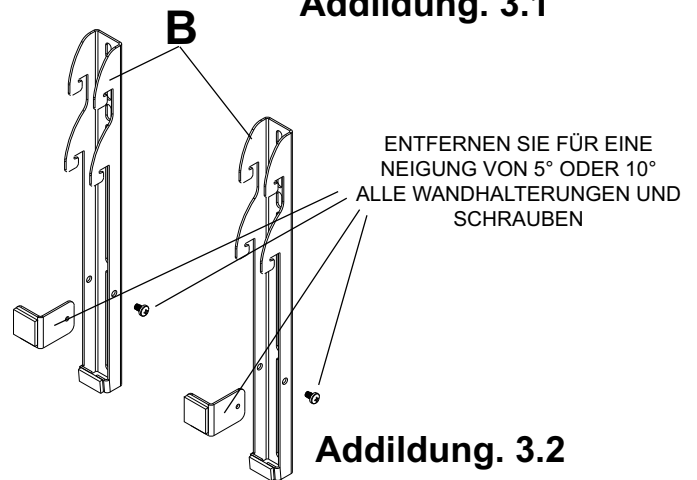
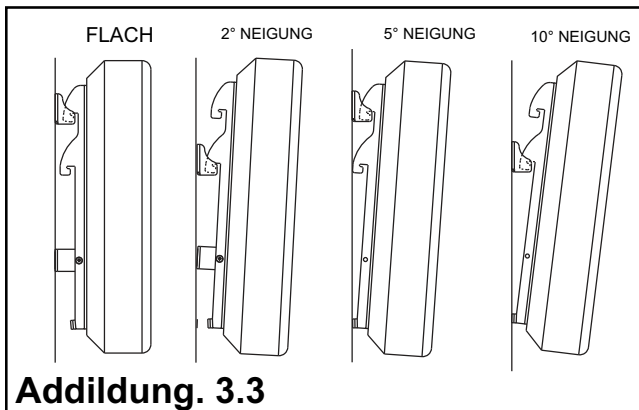
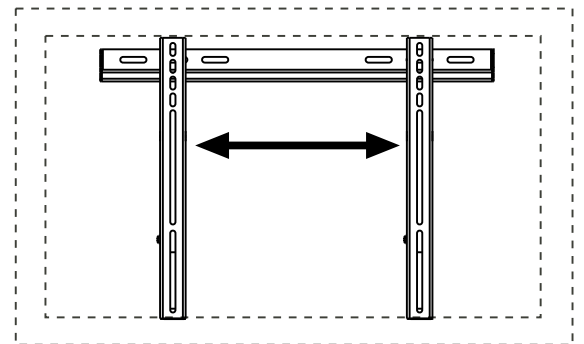

Abbildung. 3.2
Abbildung. 3.3
Abbildung. 3.4
Hängen Sie die vertikalen Halterungen (B) an der Wandplatte (A) ein. Verwenden Sie die oberen Haken, wenn keine Neigung gewünscht ist, und die unteren Haken für eine Neigung von 2° (siehe Abbildung 3.3). Die Haken der vertikalen Halterungen müssen wie in Detailansicht 1 gezeigt sicher an der Wandplatte einrasten. Bewegen Sie dann den Bildschirm langsam zur Wand (siehe Abbildung 3.1). Der Bildschirm kann auf Wunsch horizontal ausgerichtet werden (siehe Abbildung 3.4).
Entfernen Sie die Wandhalterungen und Schrauben von den vertikalen Halterungen (siehe Abbildung 3.2). Hängen Sie die vertikalen Halterungen (B) an der Wandplatte (A) ein und verwenden Sie die oberen Haken für eine Neigung von 5° und die unteren Haken für eine Neigung von 10° (siehe Abbildung 3.3). Die Haken der vertikalen Halterungen müssen wie in Detailansicht 1 gezeigt sicher an der Wandplatte einrasten. Bewegen Sie dann den Bildschirm langsam zur Wand (siehe Abbildung 3.1). Der Bildschirm kann auf Wunsch horizontal ausgerichtet werden (siehe Abbildung 3.4).